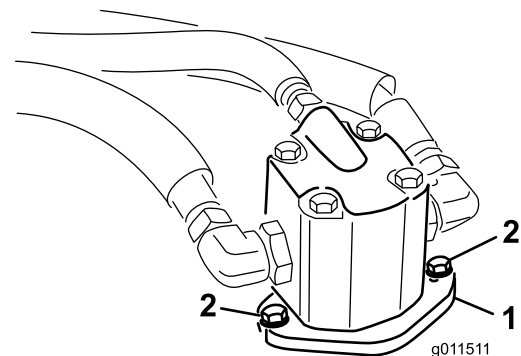

Figura 1
3. Retire los pernos que fijan el motor hidráulico a la carcasa (Figura 1).